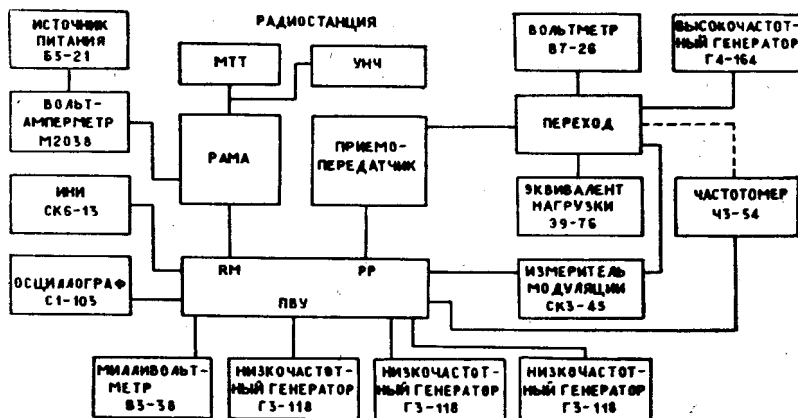

Рис. 3
14.4. Измерение параметров радиостанции производите со всеми блоками (кроме антенны), входящими в комплект радиостанции. Соединение блоков радиостанции и средств измерения и контроля производится в соответствии со схемой рис. 3.
1) соедините блоки радиостанции в соответствии со схемой рис. 3;